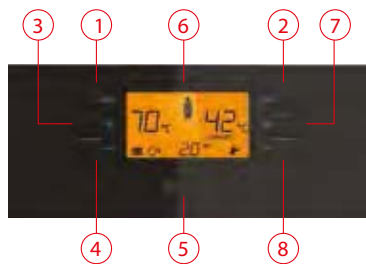

Рисунок 28. Автоматическая панель управления BaliusPlus
При запуске котла в центре экрана появляется символ пламени. В данном режиме возможно повышение или понижение температуры с помощью кнопок регулировки температуры радиатора (см. Рис. 28) (3) между 35 - 80 °С. При нажатии кнопок замигает цифровое значение температуры радиатора и символ °С.